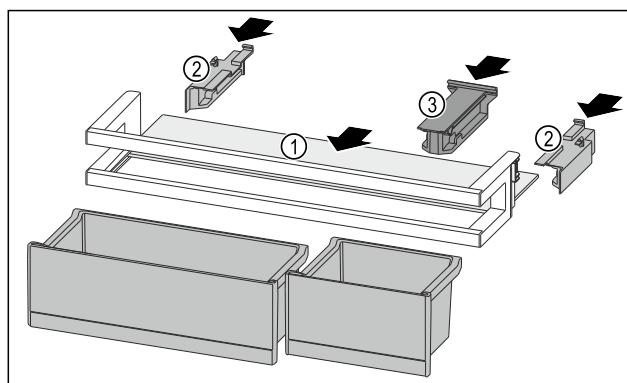

Fig. 149
- Inserire il ripiano Fig. 149 (1) negli incavi laterali.
- Inserire gli elementi laterali Fig. 149 (2).
- Inserire l'elemento di tenuta Fig. 149 (3).